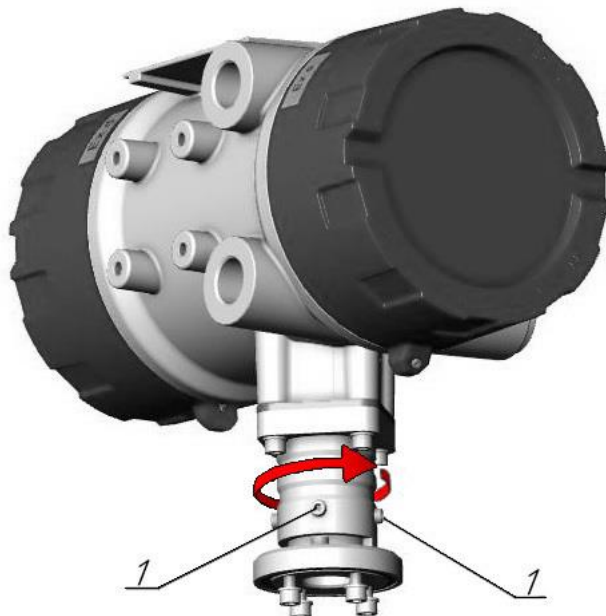

Рисунок 21 – Поворот корпуса БОИ
- ослабить 4 винта (поз.1, рисунок 21);
- закрутить 4 винта (поз.1, рисунок 21).